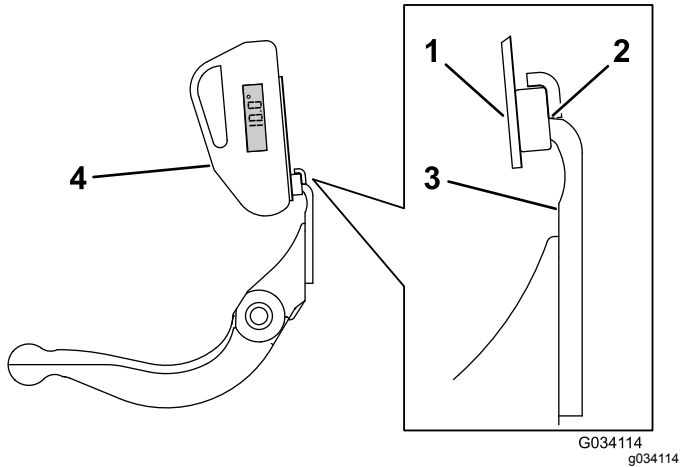

Figura 28
3. Coloque o suporte do indicador do ângulo na extremidade da lâmina de corte de modo a que a extremidade do íman coincida com a extremidade da lâmina de corte (Figura 28).
4. Coloque o indicador do ângulo no suporte, como se mostra em Figura 28.